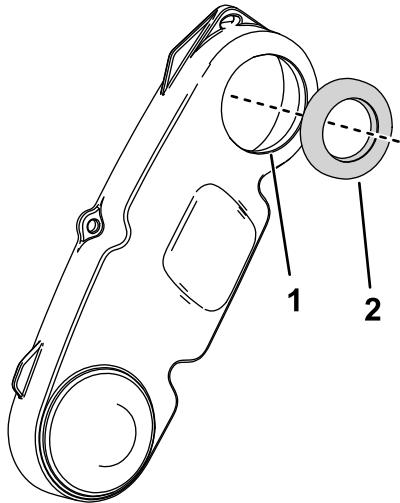

図 9
6. リール駆動カバーのリップにグリスを塗り、そこにシールを貼りつける。シールがカバーと面一になるようにしっかりと押し付けること図 9。